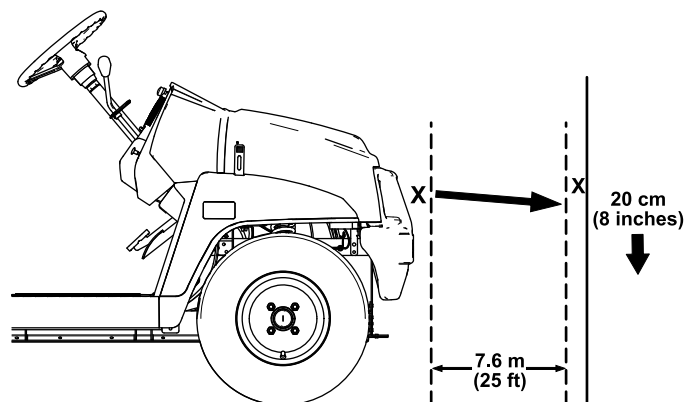

Figura 42
1. Parcheggiate la macchina su terreno pianeggiante con i fari a circa 7,6 m di distanza da una parete (Figura 42).
La parte più luminosa del fascio dei fari deve trovarsi 20 cm sotto il segno tracciato sulla parete (Figura 42).